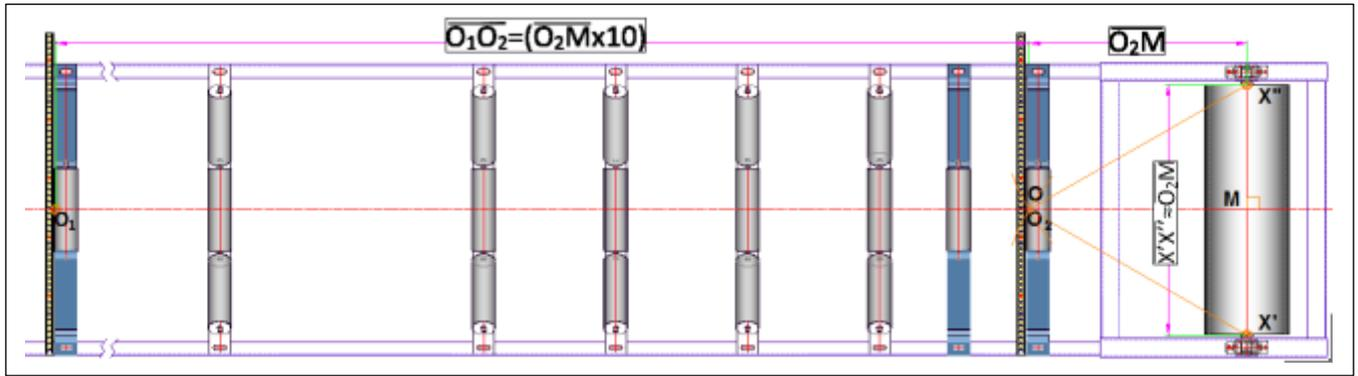

Figure 5.1 : construction de l'axe du convoyeur sur machine existante
La méthode de réglage se rapporte à de la géométrie dans l'espace et une triangulation (voir figure 5.1).
- Repérer le milieu O₂ du châssis au niveau de ce qui sera le sommet O du triangle isocèle/équilatéral à construire. (voir Figure 5.1)